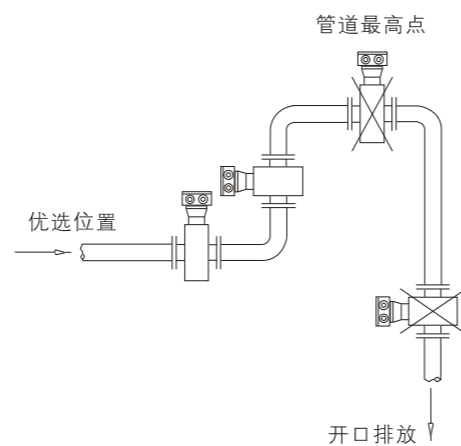

图6
- d 流量计安装位置介质非满管时，可采取抬高工艺管线上流管的后端管路的方法，使其满管，严禁在管道最高点和出水口安装流量计（见图6）